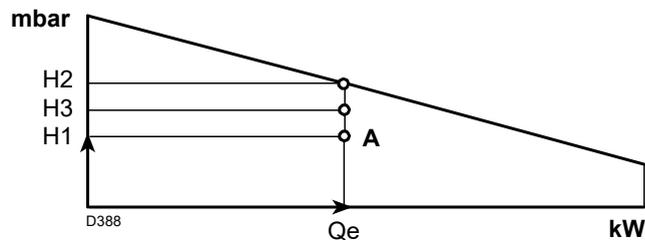

Fig. 4
- 4 Trazar una vertical desde el **punto A** (Fig. 4), y encontrar la máxima presión "**H2**" del campo de trabajo.
- Si "**H3**" es mayor que "**H1**" (Fig. 4), el quemador puede suministrar el caudal requerido.